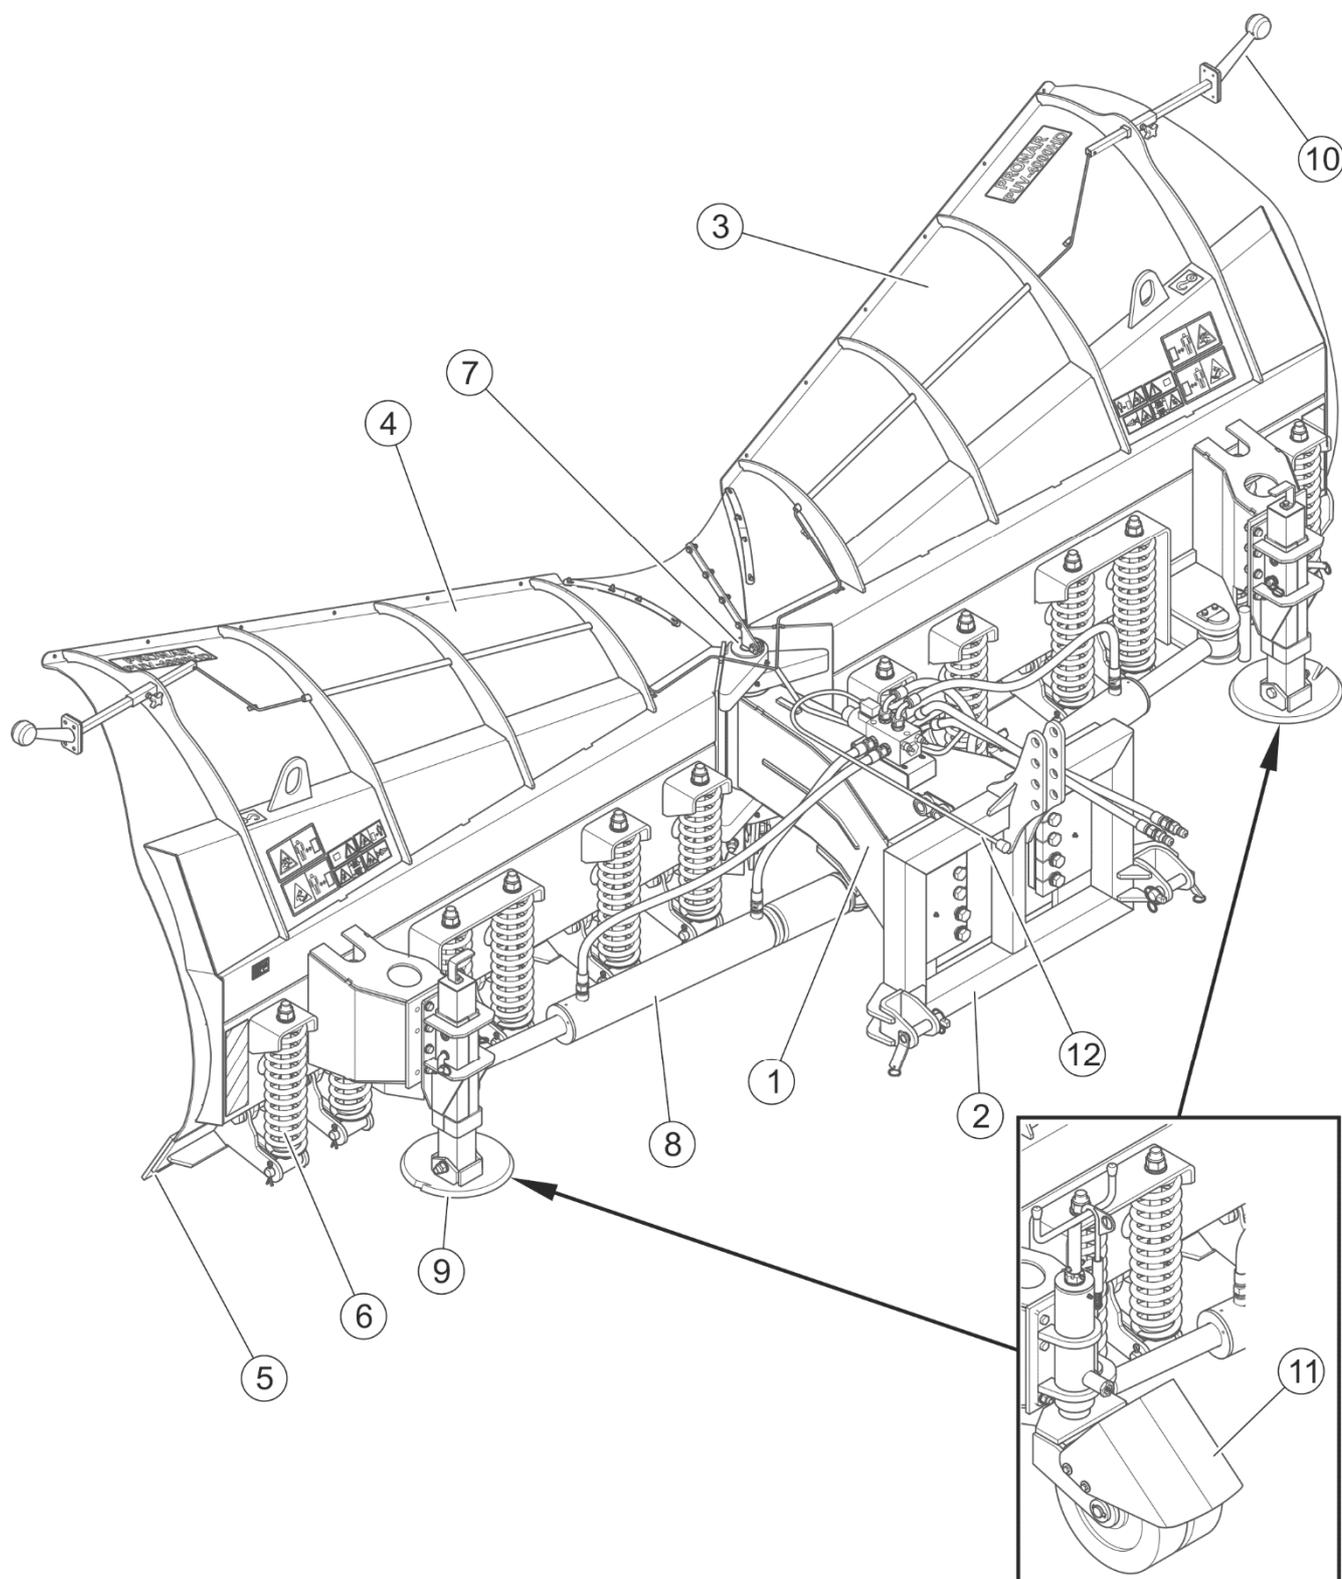

РИСУНОК 3.2 Общее устройство снегоотвала
(1) - рама; (2) - система навески; (3) - правое крыло; (4) - левое крыло; (5) - подвижные кромки отвала; (6) - пружина; (7) - главная цапфа; (8) - гидравлическая система;
(9) - скользящие; (10) - габаритный фонарь, (11) - ходовые колеса (опция), (12) - электрическая система
Снегоотвал PUV-3600HD/PUV-4000HD (РИСУНОК 3.2) состоит из рамы (1), к которой при помощи главной цапфы (7) крепятся правое (3) и левое (4) крыло. Снегоотвал навешивается на транспортное средство при помощи соответствующей навесной системы (2). Благодаря амортизирующим пружинам (6) резиновые или металлические нижние кромки отвалов (5) могут отклоняться назад при наезде на препятствие. Манипулирование функциями снегоотвала осуществляется при помощи гидравлической системы (8). В зависимости от версии комплектации снегоотвал может быть оснащен ходовыми колесами (11) и другими системами навески (2) для соединения с широкой гаммой транспортных средств.